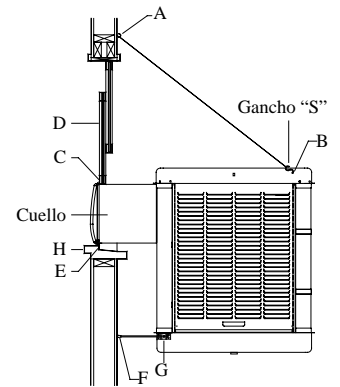

Fig. 2
- **Fije los ganchos en la pared.** Ponga los dos ganchos para la cadena arriba del cuello del enfriador, separados por una distancia equivalente al ancho de la unidad (A-fig. 2). Enganche una cadena en cada gancho y luego enganche un gancho "S" en cada cadena. **NOTA:** Los ganchos que vienen con ésta unidad tienen rosca de tornillo para madera y son para uso en paredes de madera. Las paredes de concreto o ladrillo requieren el uso de tuercas mariposas de suficiente fuerza o anclas con ganchos de acoplamiento.
- **Coloque el enfriador en la ventana.** Coloque el cuello del enfriador dentro de la ventana para que la parte inferior de la pestaña del cuello se asiente en la repisa de la ventana y la pestaña (E-fig. 2) se ajuste contra el borde de la repisa (H-fig. 2). Con la unidad situado en la ventana, enganche los ganchos "S" en los agujeros encontrado en la esquina trasera superior del enfriador (B-fig. 2).
- **Coloque la ventana detrás de la guarda de retención.** Levante la parte trasera del enfriador para que la ventana (D-fig. 2) pueda bajarse y quedar detrás de la parte superior de la guarda de retención (C-fig. 2).
- **Ajuste las patas.** Saque las patas (F-fig. 2) para que los topes de hule descansen contra el costado de la pared. Apriete el tornillo del collar (G-fig. 2).